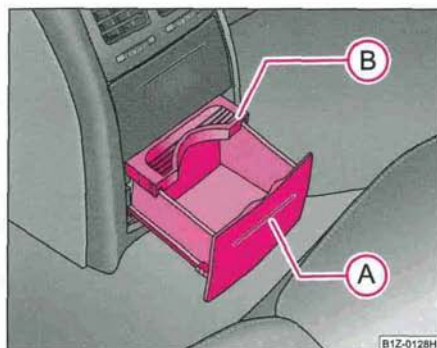

Fig. 92 Console centrale arrière: Porte-gobelets
- Appuyez sur le cache au niveau (A) ⇒ fig. 92 - le porte-gobelets sort.
- Fixez le porte-gobelets en faisant glisser la plaque de sécurité (B).